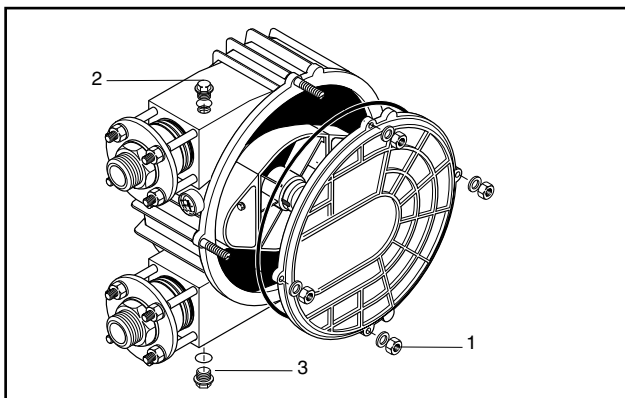

Рис. 13 Головка насоса
3. Вывинтить резьбовую пробку (поз. 2, рис. 13), отвинтить колпачок маслоспускного
клапана (поз. 3, рис. 13), навинтить соединитель и дать стечь смазывающей жидкости в емкость.
4. Отвинтите 4 крепёжные гайки (поз. 1, рис.13), снимите крышку насоса и уплотнительное кольцо круглого сечения и слейте оставшееся смазочное вещество из корпуса в приёмный резервуар.